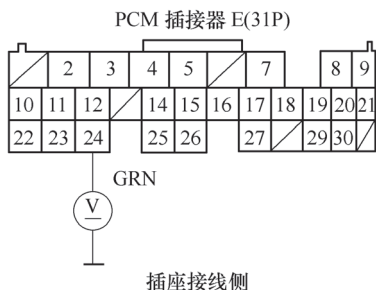

图 5-116 测量 PCM 插接器 E (31P) 的 12 号端子与车身搭铁之间的电压
9) 如图 5-116 所示, 在 PCM 接头连接的情况下, 测量 PCM 插接器 E (31P) 的 12 号端子与车身搭铁之间的电压, 检查是否为蓄电池电压。如果是, 检查 PCM 插接器 E (31P) 导线是否松动或接触不良, 如果插接良好, 更换一个确认良好的 PCM, 然后重新检查, 如果症状 / 指示消失, 更换原来的 PCM; 如果不是, 维修散热器和冷凝器风扇继电器与 PCM 之间的导线开路故障。